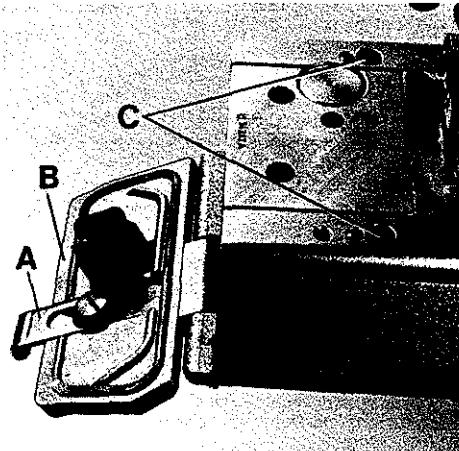

Fig.16
Turn handwheel until the needles are in their upmost position. Pull up handle (A, Fig. 16) and swing out cylinder cover (B).
Turn out the two screws (C, Fig. 16).
Drehen Sie am Handrad bis die Nadeln in der höchsten Stellung sind. Ziehen Sie den Griff (A, Fig. 16) nach oben und schwenken Sie den Zylinderdeckel (B) aus.
Drehen Sie die beiden Schrauben (C, Fig. 16) heraus. Lefen Sie den Drückerfuß und entfernen Sie den Stichplattenträger mit Stichplatte.